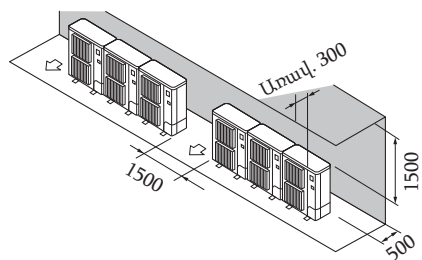

Fig. 2-10
- ② Շրջապատող իրեր՝ միայն հետևի մասում և վերևից (Fig. 2-10)